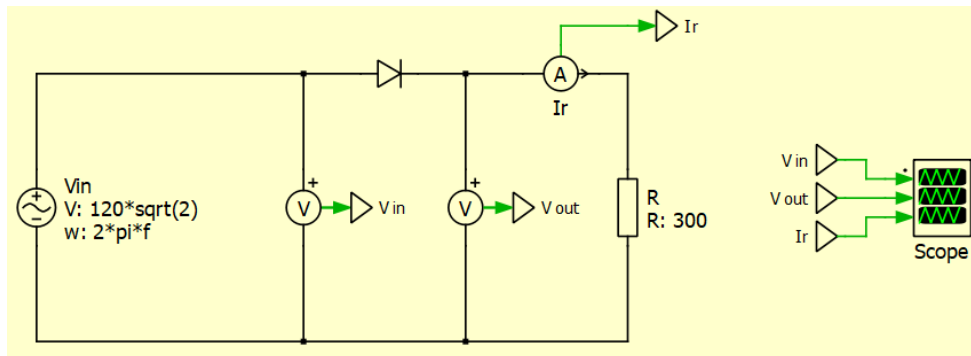
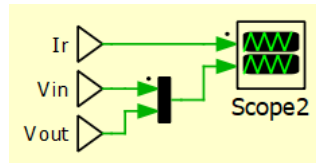

Figura 2 - Circuito elétrico da montagem retificadora monofásica de meia onda.
Figura 9 - Unificar várias medidas no mesmo gráfico.
O circuito usado neste trabalho é o retificador monofásico de meia onda que se apresenta na Figura 2. O circuito é constituído por uma fonte sinusoidal alternada (V_{in} com valor de pico $120\sqrt{2}$ - 50 Hz), um díodo ideal e uma resistência (R de 300Ω).
A parte I deste guião pretende introduzir a ferramenta de simulação PLECS e rever conceitos de circuitos em corrente alternada (CA). O circuito a estudar é o retificador monofásico de meia onda que se apresenta na Figura 2.
- 9) Tal como se evidencia na Figura 2, o osciloscópio deve ser configurado para apresentar as medidas V_{in} , V_{out} e I_r . Contudo, se pretender juntar duas ou mais medidas no mesmo gráfico do osciloscópio, deve-se utilizar o componente "*multiplexer*" (procurar na biblioteca de componentes "*Library Browser*"). A título de exemplo, ver a Figura 9.